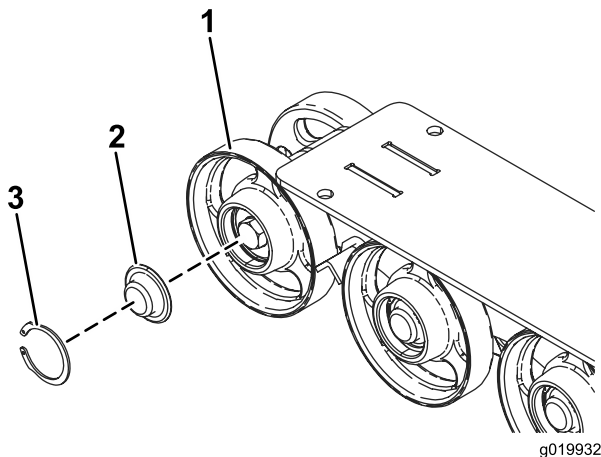

Bild 49
3. Nehmen Sie den Sprengring und die Kappe vom Straßenrad ab (Bild 49).
4. Prüfen Sie das Schmiermittel unter der Kappe und um die Dichtung (Bild 49). Wenn es schmutzig, körnig oder verbraucht ist, entfernen Sie das gesamte Schmiermittel, wechseln Sie die Dichtung aus und fügen Sie neues Schmiermittel hinzu.
6. Setzen Sie die eingefettete Straßenradkappe auf den Schraubenkopf (Bild 49).
7. Befestigen Sie die Straßenradkappe mit dem Sprengring (Bild 49).